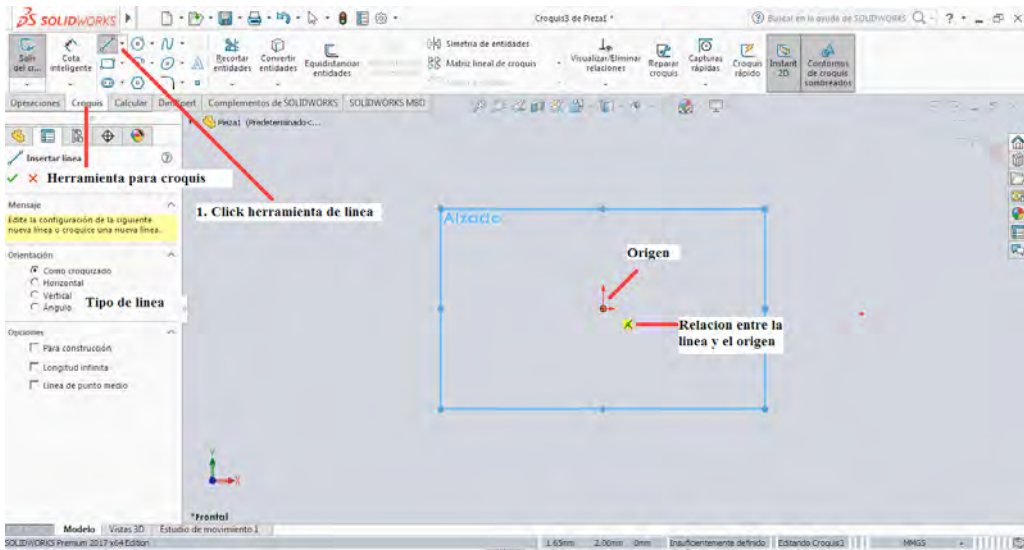

Figura 1-6
6. En la pestaña de operaciones se selecciona la herramienta **Croquis**, de la lista de herramientas que aparecen en la pestaña se selecciona **Línea**, al trabajar con esta herramienta existen otras dos opciones que es **Línea de Punto Medio** la cual permite realizar una línea simétrica a un punto definido por el diseñador y **Línea Constructiva** esta herramienta permite trazar líneas de referencia con el fin de ser utilizadas con operaciones más avanzadas como es el caso de las simetrías o obtención de volúmenes de referencia. En la figura 1-6 se puede observar el procedimiento